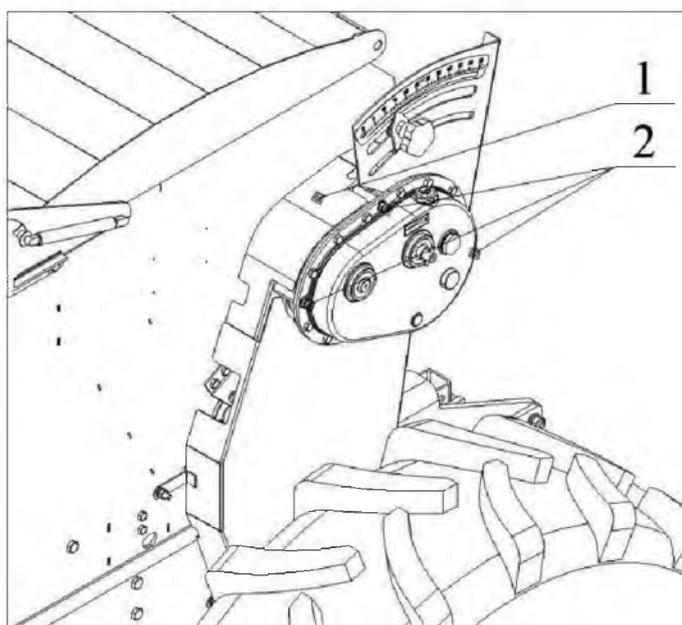

Рисунок 31. Размещение крепежа вариатора.
- 1) Снять верхнее ограждение (1) (рис. 31) вариатора. Для этого необходимо выкрутить два болта (2) (M8x70).